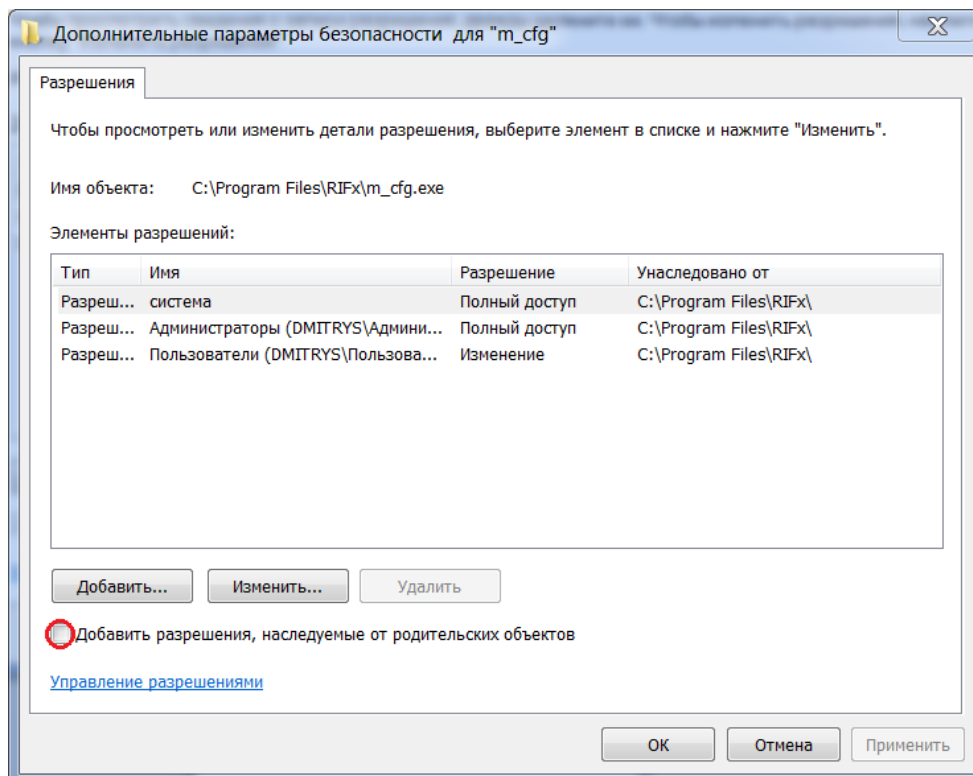

Рисунок A10.
5.7 Внизу снять галочку в поле «добавить разрешения, наследуемые от родительских объектов» (см. рисунок A10).